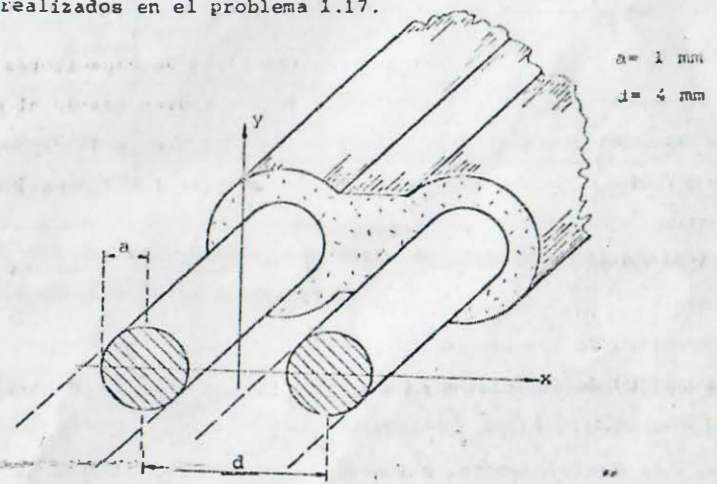

FIGURA P2.15
2.15 Calcule la capacitancia por metro de longitud de un cable dúplex, como el de la figura P2.15; considere que la permitividad relativa del material entre los alambres es  $K_e = 2.4$ . Aproveche parte de los cálculos realizados en el problema 1.17.